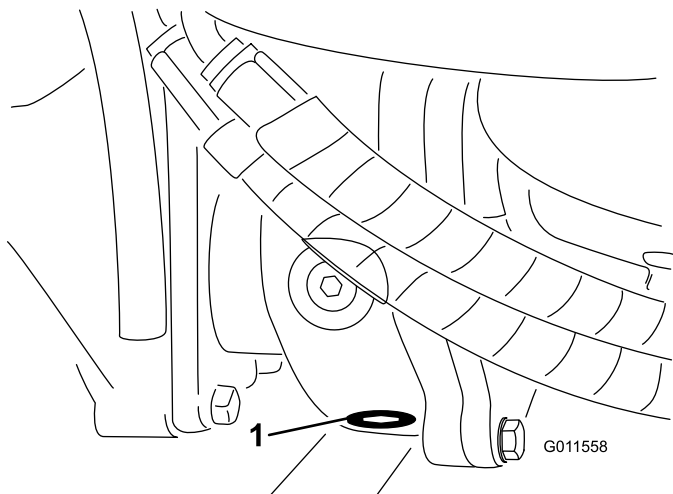

**Figure 108**
2. Nettoyez la surface autour des 3 bouchons de vidange, 1 à chaque extrémité et 1 au centre (Figure 108).